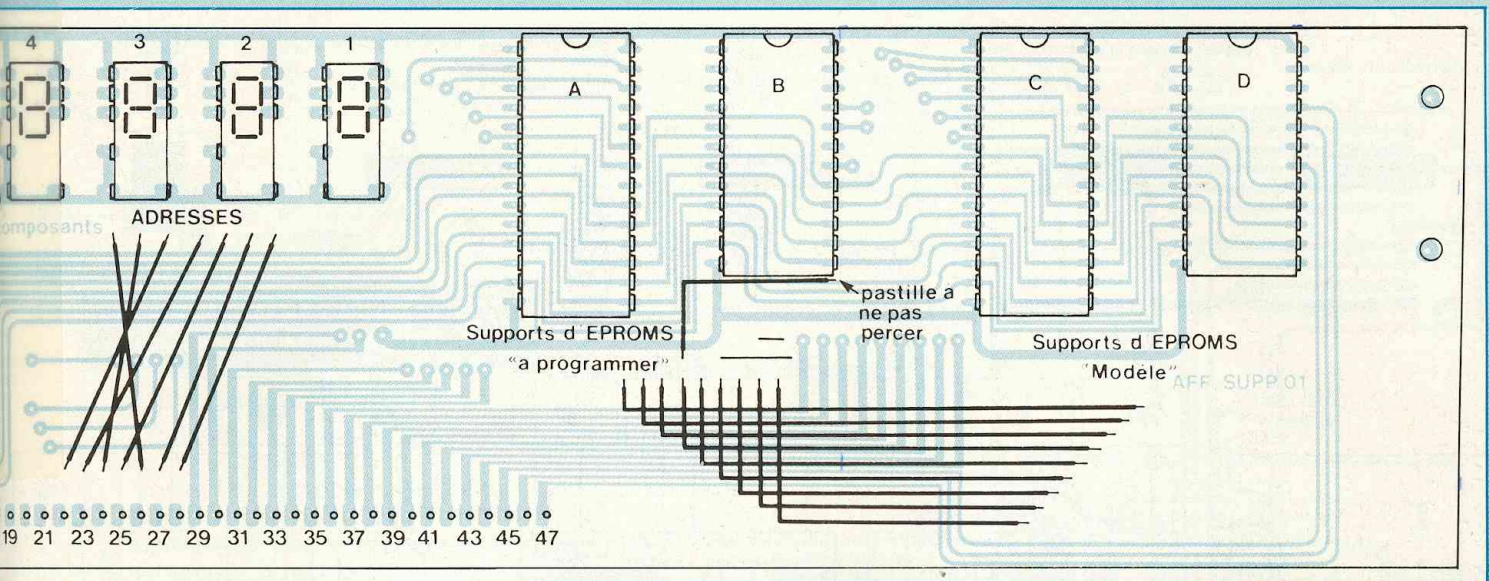
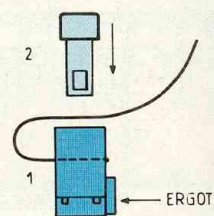

Fig. 17 : Carte supports d'Eproms et affichage.
Fig. 18 : Montage des connecteurs femelles.
Fig. 17 bis : Montage des supports d'Eproms.
d. Carte d'EPROMs et d'affichage (figure 17)
Implantez maintenant les supports à wrapper en vous aidant de la figure 17 bis. Le repère des supports, s'il existe, sera orienté vers le haut, afin de vous rappeler que les mémoires devront être insérées de la même manière lors de l'utilisation de l'appareil. Soudez enfin les deux résistances R37 et R38, les deux LED D12 et D13 (attention à l'orientation), ainsi que le condensateur de découplage C19. Nous allons maintenant préparer les connecteurs de liaison (figure 18). Ceux-ci sont au nombre de 3 (1 de 10 broches, 1 de 16 broches et 1 de 20 broches-19 fils). Dans le connecteur femelle de 10 broches, insérez un côté du câble en nappe 10 conducteurs en le laissant dépasser de 1 mm du côté
Montez un connecteur femelle 10 broches sur 120 mm de câble en nappe 10 conducteurs et soudez ce câble à son emplacement, à gauche du circuit, de la même manière que ceux de la carte d'affichage (figure 18).